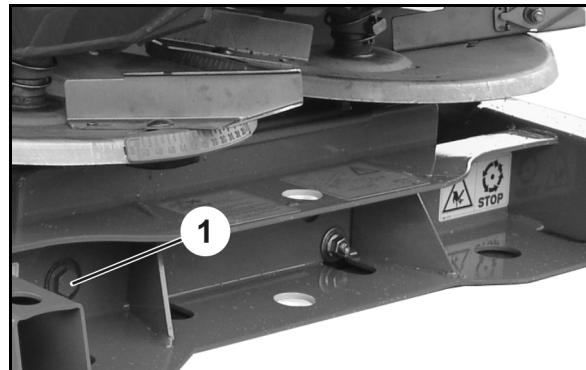

Fig. 92
3. Skru ut tappeskruen (Fig. 92/1).